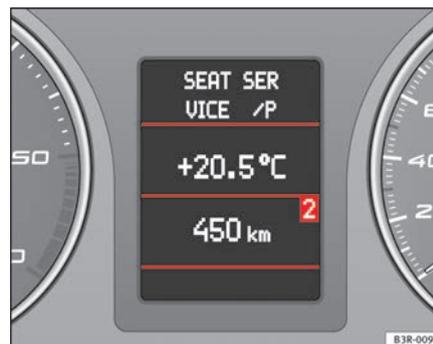

Fig. 65 Sistema de información para el conductor
- Pulsando repetidas veces la tecla **MODE** **B** se cambia entre los modos y éstos se visualizan en el sistema informativo para el conductor ⇒ fig. 65.